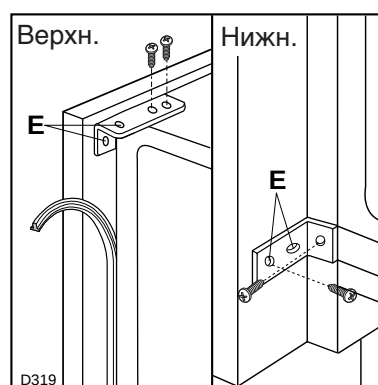

рис. 10
Прикрепите прибор к столешнице или к боковым панелям с помощью фиксирующих скоб (E). Затем между холодильником и прилегающими панелями мебели проложите ленту уплотнителя (рис. 10).